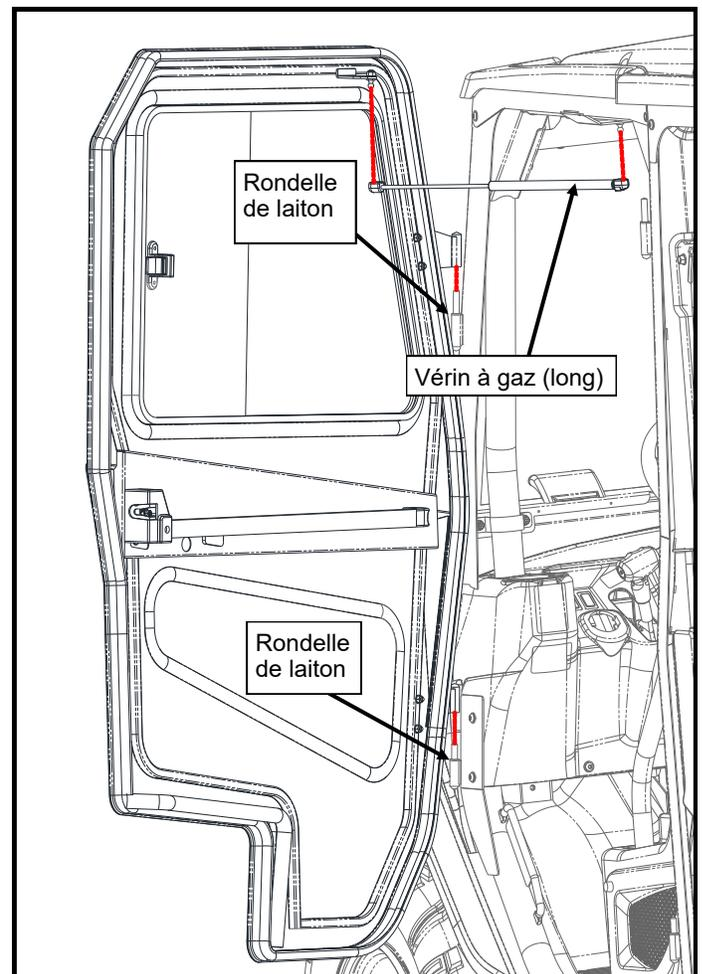

Figure 16.1 : Portes avant (côté conducteur illustré)
- 16.1 Poser un total de (4) rondelles en laiton sur les axes de charnière soudés du cadre de pare-brise et des fixations de charnière inférieure, une rondelle par axe (voir Figure 16.1).
- 16.3 En maintenant la porte perpendiculaire au véhicule, abaisser les douilles de charnière de porte sur les axes du véhicule (voir Figure 16.1).